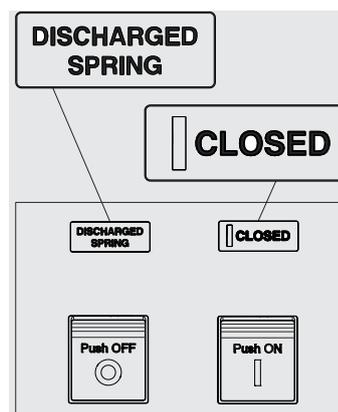

Figura 51
- Interruttore chiuso con molle scariche (vedi Figura 51).